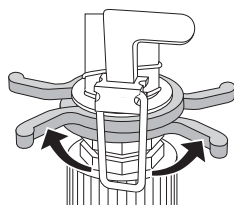

Afb. 5
- ♦ Druk de blokkeerhendel **2** omlaag en draai de draaiknop **1** in de richting van MAX om de breedte van de waterstraal te vergroten (zie afb. 5). Wanneer u de draaiknop **1** tot aan de aanslag in de richting van MAX draait, kan het apparaat bij een waterdruk van 4 bar water tot 11 meter ver sproeien.
- ♦ Druk de blokkeerhendel **2** omlaag en draai de draaiknop **1** in de richting van MIN om de breedte van de waterstraal te verkleinen (zie afb. 5).